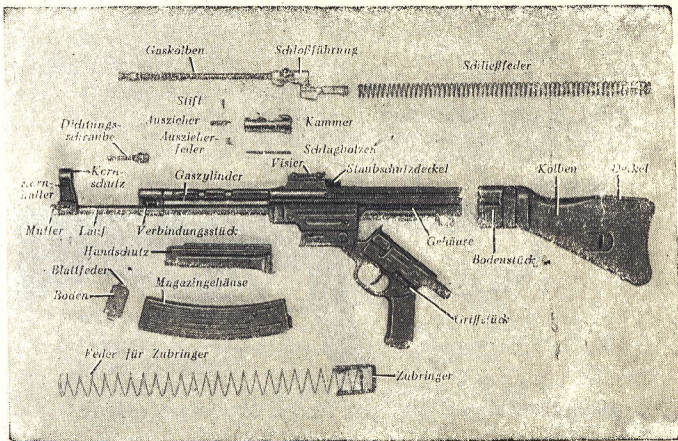

Bild 2: StG 44 und Magazin, zum Reinigen auseinandergenommen
**16. Auseinandernehmen und Zusammensetzen (Bild 2)**